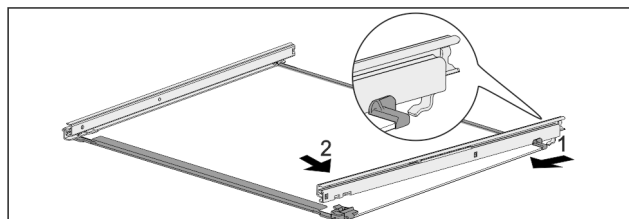

Fig. 126 Glasplaat met rails
- Rail achter vasthaken. Fig. 126 (1)
- Rail voor vasthaken. Fig. 126 (2)